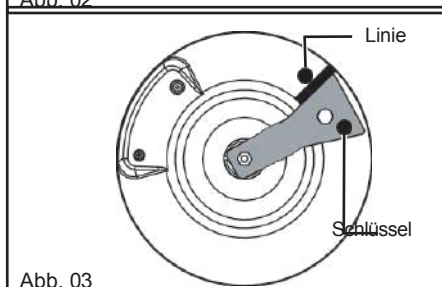

Abb. 03
- Drehen Sie den Schlüssel im Uhrzeigersinn, bis die Linie auf der anderen Seite erscheint (Abb. 03).